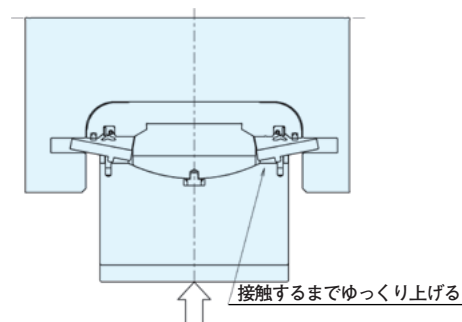

図13 軸受箱(下)を押し上げる
(4) 軸受箱(下)をジャッキで徐々に持ち上げ、ラビリンスリングに接触したところで、ジャッキアップを一旦止めます。(図13参照)